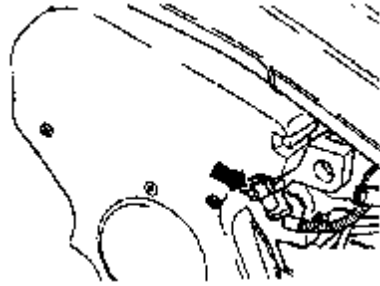

图 4-91 拔出霍尔传感器 G40
(1) 进气凸轮轴油封的拆卸：
①拆卸多楔皮带，拔出霍尔传感器 G40 的插头（图 4-91 箭头所示）。拆卸齿形皮带护罩（上体）。拆卸霍尔传感器壳体，拆卸霍尔传感器转子及垫圈。